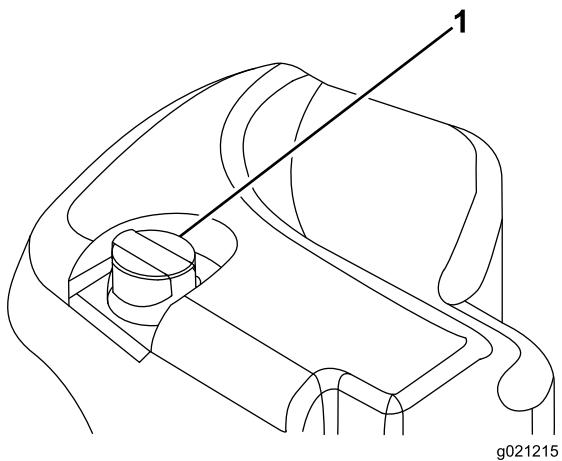

図 31
2. 油圧オイル・タンクの注油口周辺をきれいに拭き、キャップ図 31 を外す。